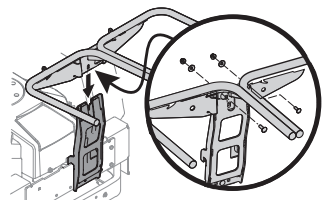

Figura 11
1. Coloque y sujete el conjunto del colgador (683-04461C) en el soporte vertical de la embolsadora usando dos pernos de carro (710-0276), dos arandelas de cubeta (736-0242) y dos tuercas de seguridad con brida (712-04063) del paquete de herrajes 689-02364. Consulte la Figura 11.